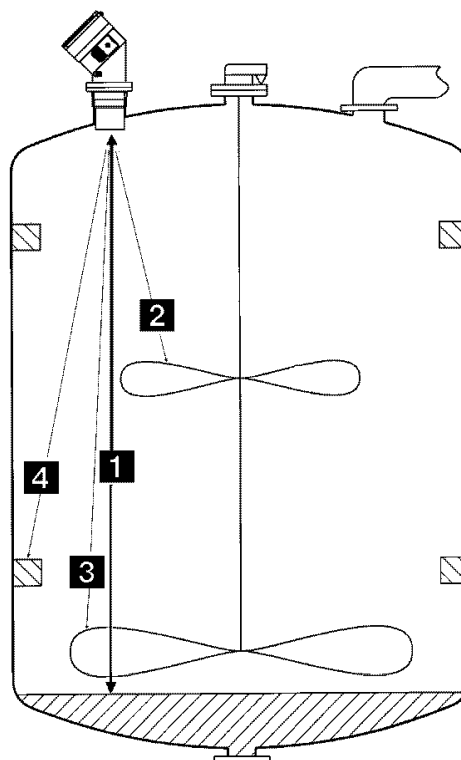

Рис. 4.1. Эхо–фильтрация
- Введите расстояние до цели **1** и нажмите клавишу «Enter» (рисунок 4.1), датчик будет обрабатывать полученную информацию в течение примерно 10 секунд.